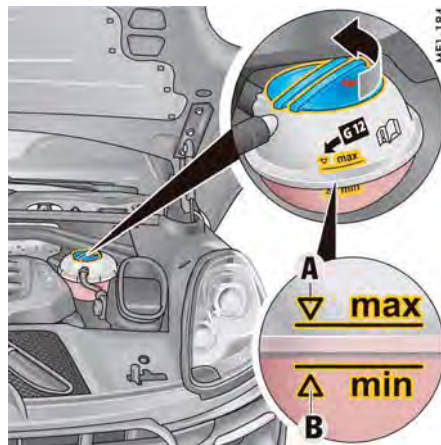

図64: クーラント・リザーバー・タンク
3. 慎重にクーラント・リザーバー・タンクのキャップを開き（図64）、内部の圧力を逃がしてください。